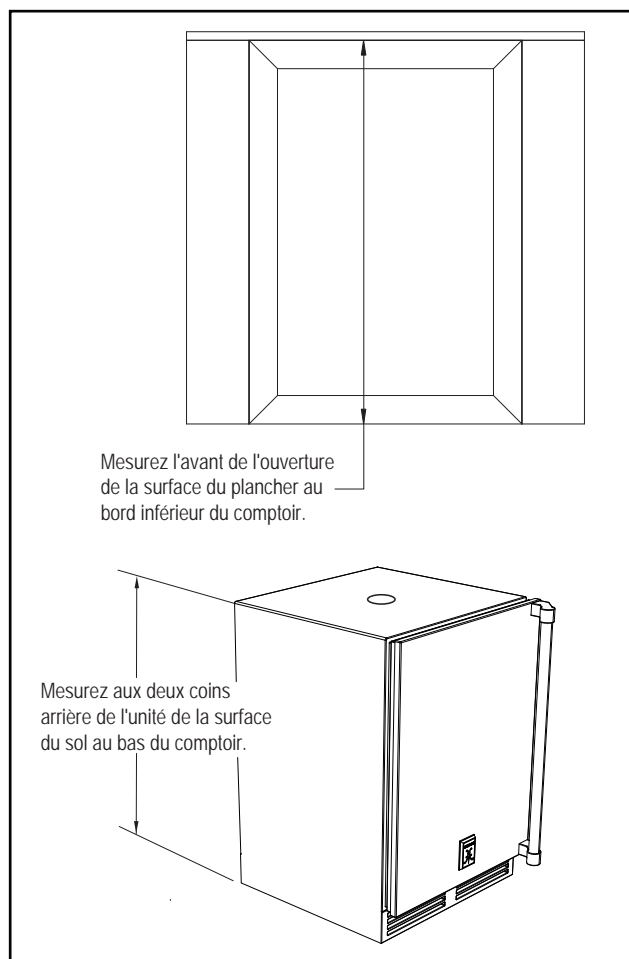

Figure 2. Nivellement de l'unité
2. Avec toutes les surfaces dans le carré et le niveau d'ouverture de l'installation, reportez-vous à la Figure 2 ci-dessous et effectuez les étapes suivantes pour mettre l'unité à niveau: